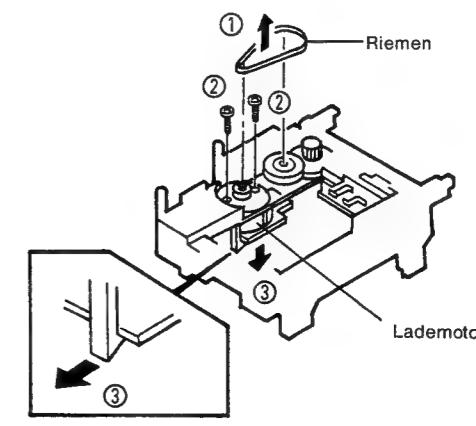

Abb. 5
3. Entfernen des Lademotors (Abb. 5)
- ① Entfernen Sie den Riemen
② Entfernen Sie die zwei Schrauben, die den Lademotor befestigen.
③ Entfernen Sie den Mechanismus-Basisstopper, der den Lademotor befestigt.